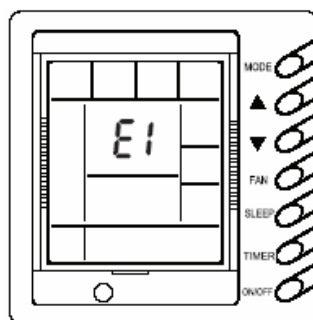

Figura 23
1.7 Visore di errori (Figura 23)